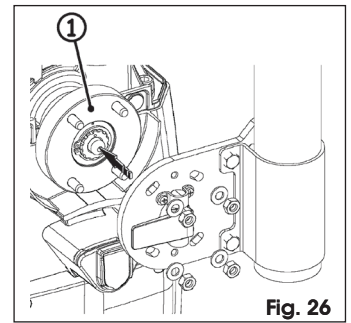

Fig. 26
3. Coloque el grupo sobre el disco de arrastre, Fig. 26 ref. ①, respetando, en caso de cierre izquierdo, la orientación indicada en la figura.